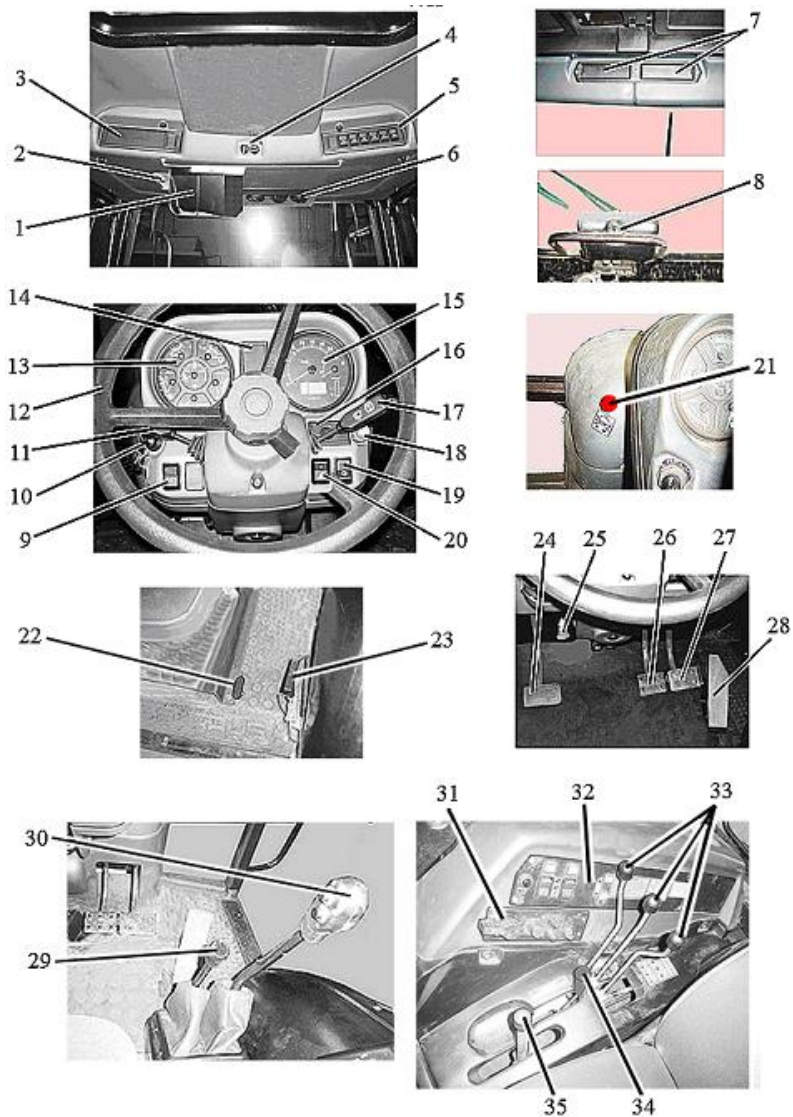
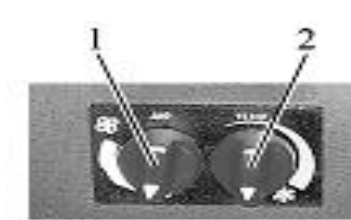
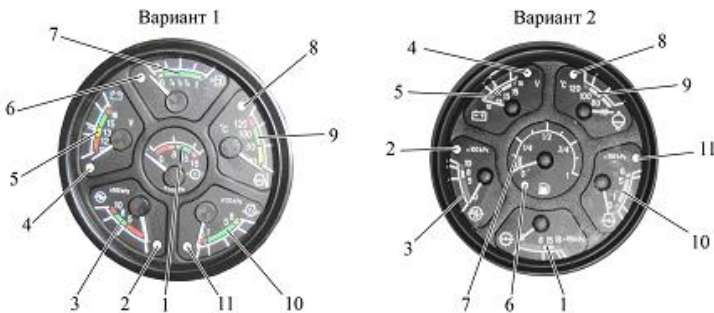

Рис. 3.11. Органы управления и приборы тракторов «Беларус-2022» и «Беларус-2022В» и их модификаций
Рис. 3.18. Пульт управления кондиционером:
Рис. 3.20. Комбинация приборов
На рис. 3.11 представлено расположение органов управления и приборов тракторов «Беларус-2022» и «Беларус-2022В» и их модификаций, где приняты следующие обозначения:
При работе трактора тумблер выключателя 8 (см. рис. 3.11) должен находиться во включенном положении (т. е. в верхнем положении).
На пульте управления кондиционером 4 (см. рис. 3.11) находятся переключатели 1, 2 (рис. 3.18).
Управление кондиционером в режиме кондиционирования осуществляется с помощью переключателя 1, которым можно изменять расход воздуха посредством изменения скорости работы вентилятора. С помощью переключателя 2 можно изменить температуру выходящего из дефлекторов 6 (см. рис. 3.11) холодного и осушенного воздуха в режиме кондиционирования (**внимание:** кондиционер воздуха может быть включен и работать только при работающем двигателе).
– рециркуляционными заслонками 7 (см. рис. 3.11) можно регулировать смесь наружного и рециркуляционного воздуха.
**Внимание:** при работе в режиме отопления выключатель 2 (рис. 3.18) должен быть полностью выключен, чтобы исключить одновременную работу систем охлаждения и отопления воздуха.
Комбинация приборов 13 (см. рис. 3.11) включает в себя шесть указателей с пятью сигнальными лампами, может быть выполнена в двух вариантах (рис. 3.20), где приняты следующие обозначения: